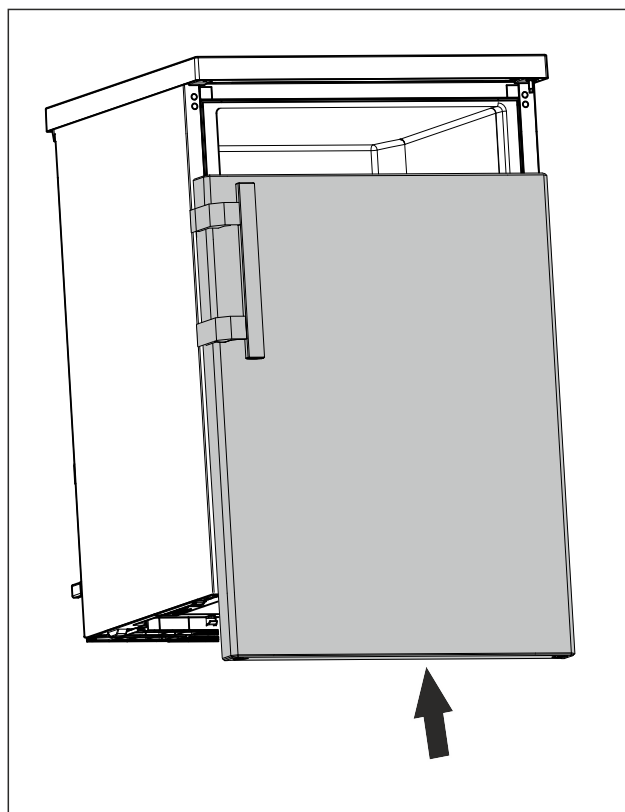

Fig. 20
- ▶ Vrata v zaprtem stanju potisnite na zgornji sornik. (glejte Fig. 20)